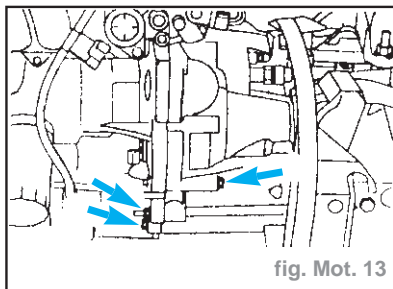

fig. Mot. 13
- Déposer les vis de bride côté gauche (fig. Mot. 13).